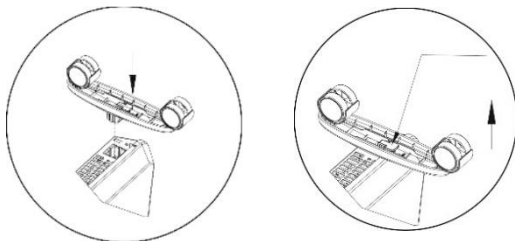

Fig. 1 Installation et retrait du châssis
2. Fixez le châssis au convecteur (**Fig. 1**).